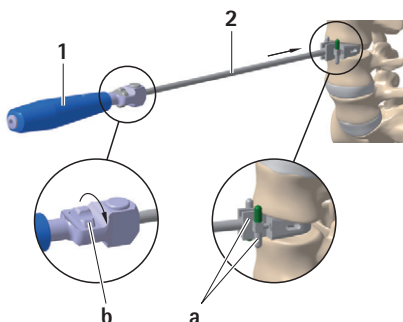

Рис. 1
- ▶ Приняв во внимание высоту и угол наклона имплантата, прикрепить направляющую для долота 2 к рукоятке 1, см. Рис. 1.
- ▶ Повернуть колесико **b** по часовой стрелке и отрегулировать предохранительный ограничитель **a** для минимальной длины долота, см. Рис. 1.
- ▶ Вставить направляющую долота 2 в центр междискового пространства и отрегулировать предохранительный ограничитель **a** для требуемой глубины введения долота, используя радиографический метод контроля, см. Рис. 1.